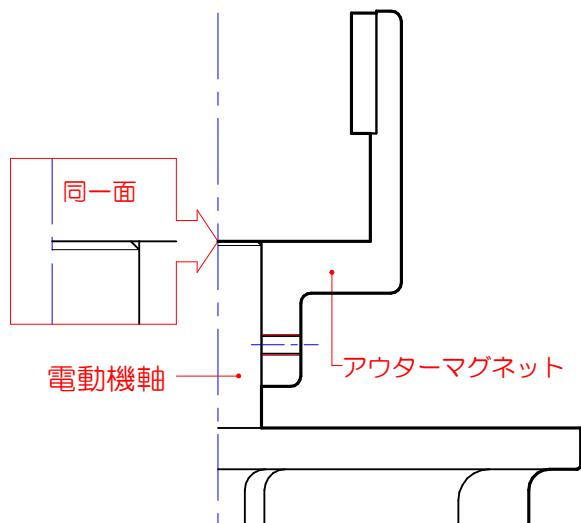

図 4
- ① 電動機にアウターマグネットをセットし、アウターマグネット止めネジを締め付けてください。このとき、図4のようにアウターマグネットと電動機軸の端面が同一になるようにしてください。